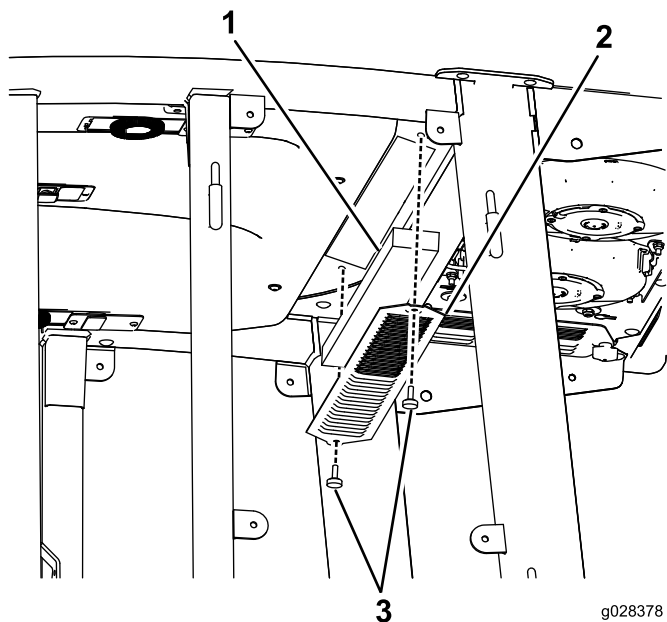

Рисунок 102
1. Отверните винты и снимите решетки из внутрикабинного и заднего воздушных фильтров кабины (Рисунок 102).